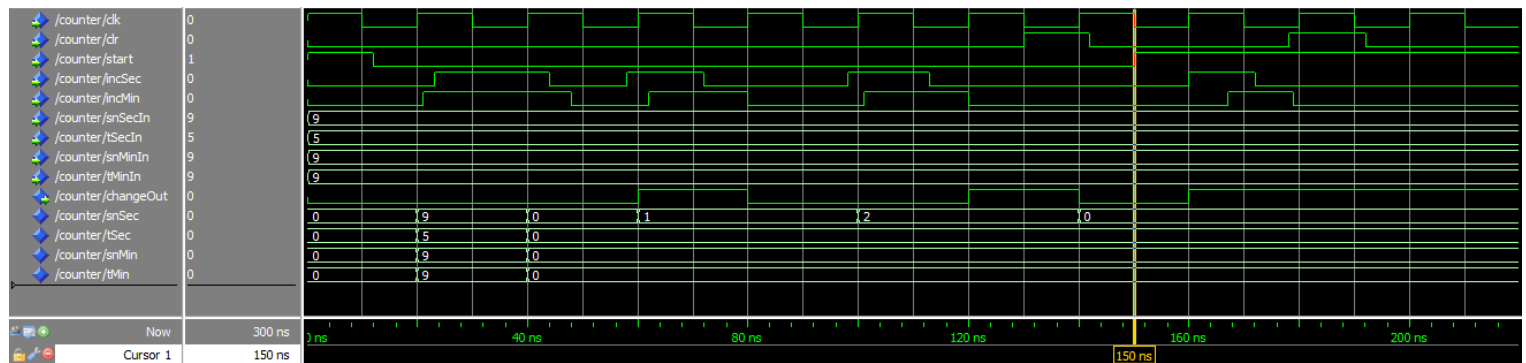

Abbildung 12: Simulation des Vorwärtszählers
2. Ergebnis (Siehe Abbildung 12)